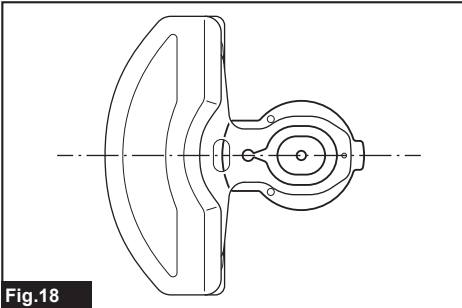

Fig.18
► **Abb.18:** 1. Loch 2. Kohlebürstenkappe